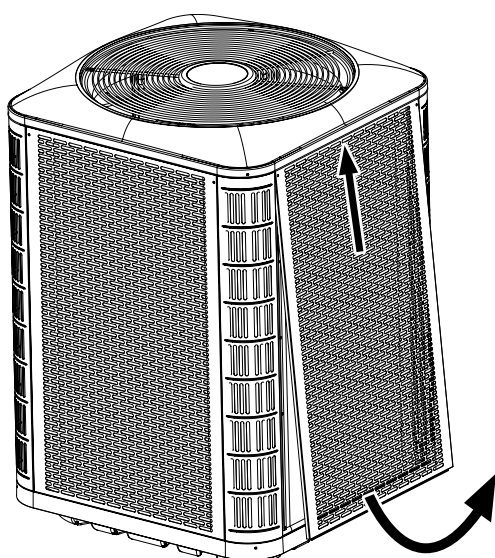
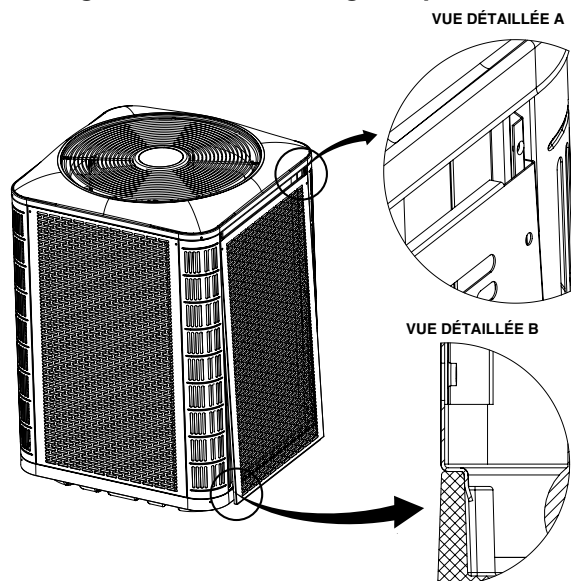

Figure 3. Désassemblage du panneau
Figure 4. Installation du panneau
- ✓ Assurez-vous que le câblage d'usine correspond au schéma de câblage de l'appareil. Assurez-vous que toutes les connexions sont bien serrées. Voyez la Figure 4, \(page 8\) et Figure 5, \(page 10\).
- L'appareil extérieur requiert des branchements électriques pour son câblage entrant de tension de ligne, sa mise à la terre et son câblage de contrôle à basse tension. Reportez-vous aux schémas de câblage Figure 4, \(page 8\) et Figure 5, \(page 10\) pour l'identification et l'emplacement des points de branchement de l'unité extérieure. Effectuez tous les branchements électriques conformément à tous les codes et règlements applicables.
- Pour accéder aux composants internes de l'appareil, consultez la Figure 3, \(page 8\) pour désassembler le panneau et la Figure 4, \(page 8\) pour installer le panneau.
2. Glissez le panneau vers le haut et le bac supérieur pour dégager la bride inférieure du bac inférieur. Voyez la Figure 3.
1. Insérez les coins supérieurs des brides latérales du panneau dans les rainures du montant de coin, tel que montré au détail A dans la Figure 4.